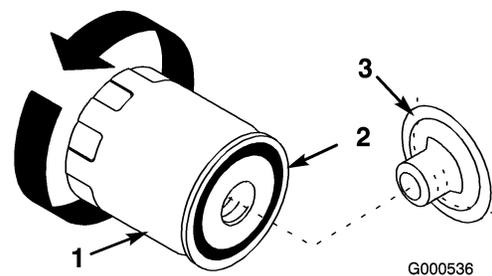

Figura 27
9. All'occorrenza, cambiate il filtro dell'olio (Figura 27).
2. Togliete il filtro usato e tergete la superficie della guarnizione dell'adattatore del filtro (Figura 27).
3. Spalmate un velo di olio pulito sulla guarnizione di gomma del filtro di ricambio (Figura 27).
4. Montate il nuovo filtro dell'olio sull'adattatore. Girate il filtro in senso orario finché la guarnizione di gomma non tocca l'adattatore, quindi serrate il filtro di un altro 1/2 o 3/4 di giro (Figura 27).